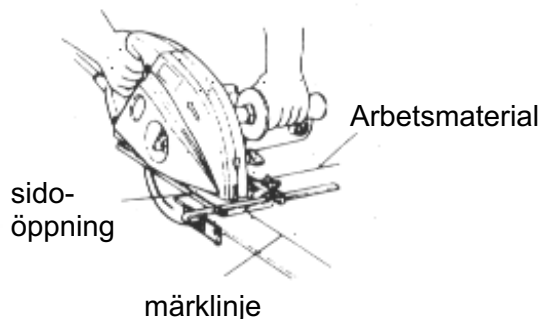

Fig. 9
3. Sidoöppningen på basplattan (fig 9) visar den främsta positionen hos klingan för att man enklare skall kunna se hur mycket man har sågat.